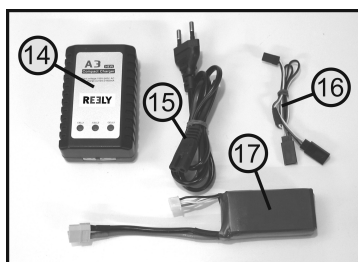

Bild 2
Das in Bild 2 gezeigte Y-Kabel (16) dient lediglich zur besseren Darstellung des Lieferumfangs. Möglicherweise liegt dieses Kabel nicht separat bei, sondern es ist bereits im Modell eingebaut und am Empfänger angeschlossen.